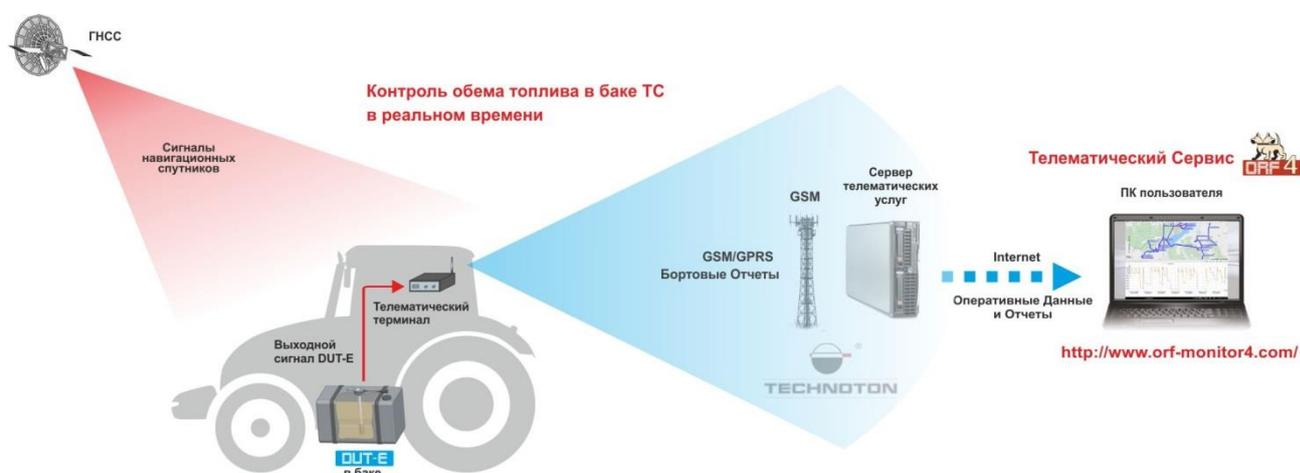

Рисунок 3 — Применение DUT-E в Телематической системе
**Область применения** — используются как дополнительные датчики в составе Телематических систем (см. рисунок 3), либо для замены штатных датчиков указателя уровня топлива ТС.